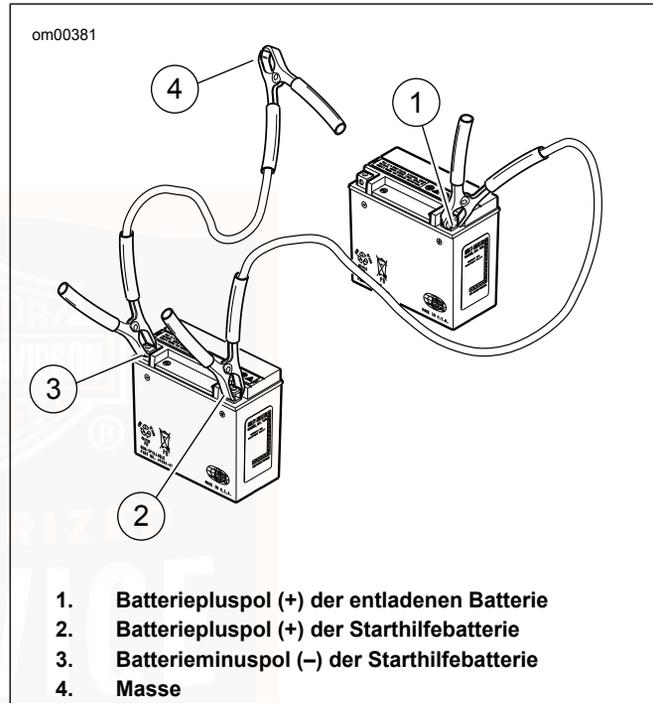

Abbildung 55. Überbrückungskabelanschlüsse
1. Siehe Abbildung 55. Ein Ende des Überbrückungskabels am Batteriepluspol (+) (1) der **ENTLADENEN** Batterie anschließen.
2. Das andere Ende des gleichen Kabels an den Batteriepluspol (+) (2) der **STARTHILFEBATTERIE** anschließen.